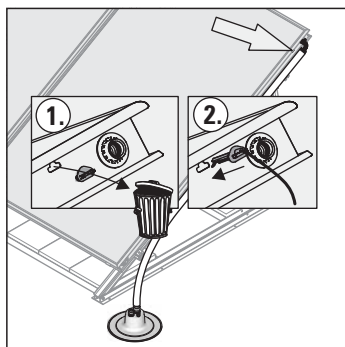

Fig. 3-40 Étape 1/2 -
1. Retirer le bouchon du capteur (fig. 3-40).
2. Enfoncer la sonde de température dans le capteur plan jusqu'à la butée (voir fig. 3-40). La sonde doit ainsi être calée sur la tôle de l'absorbeur.